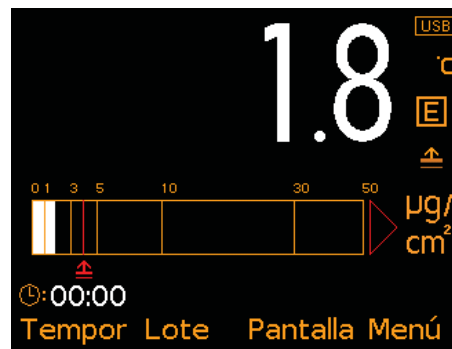

Fig. 4: Lecturas y Gráfico de barras
- **Gráfico de barras (Fig. 4);** representación analógica del valor de medición actual junto con las lecturas máxima (Hi), mínima (Lo) y media (\bar{x}). El gráfico se actualiza automáticamente al tomar cada lectura.